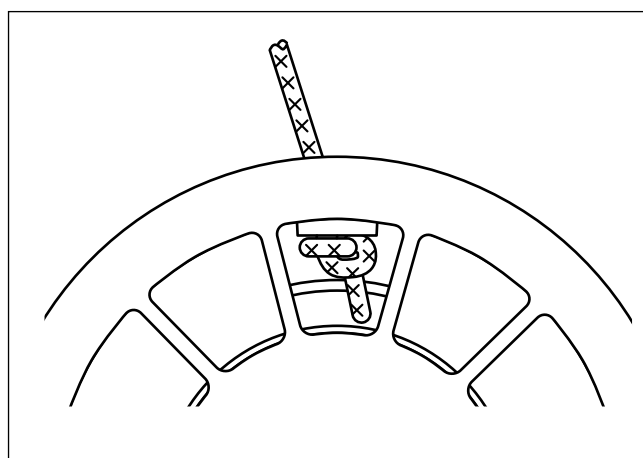

図 14-9
- 3 ロープの末端が浮かないように注意しながら、ロープをリールに組付けてください。(図14-9)